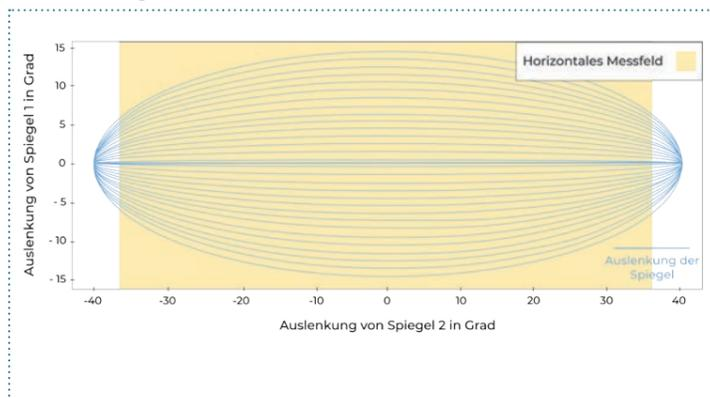

Bild 1: Messfeld in Abhängigkeit der Spiegelbewegung. (Bildquelle: Blickfeld)
In einer zweiten Phase wurde die Forschungsgruppe von Prof. Schütze (Universität des Saarlands, UdS) in das Projekt mit eingebunden. Die UdS setzt Methoden der künstlichen Intelligenz (KI) ein, um aus Sensorsignalen Informationen zu Schadens-, Verschleiß- oder Fehlerzuständen zu extrahieren. Die Herausforderung ist dabei, aus der Masse von Daten die wichtigen Muster zu erkennen. Die UdS hat für diesen Zweck eine Machine-Learning-Toolbox¹ entwickelt, die die teil-automatisierte Prozessierung von Trainingsdaten auch für Fachfremde und Einsteiger möglich macht, vgl. Abbildung 1.
Abbildung 1: Schematische Darstellung der Toolbox, angepasst von Dorst et al., „Metrology for the factory of the future: towards a case study in condition monitoring“ in 2019 IEEE I2MTC